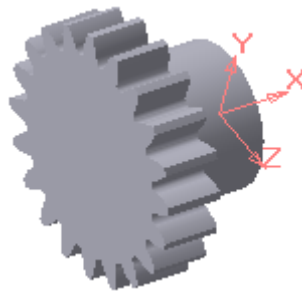

Рисунок 1.24 – Зубчастий вінець
13. У результаті буде побудовано зубчастий вінець (рис. 1.24).